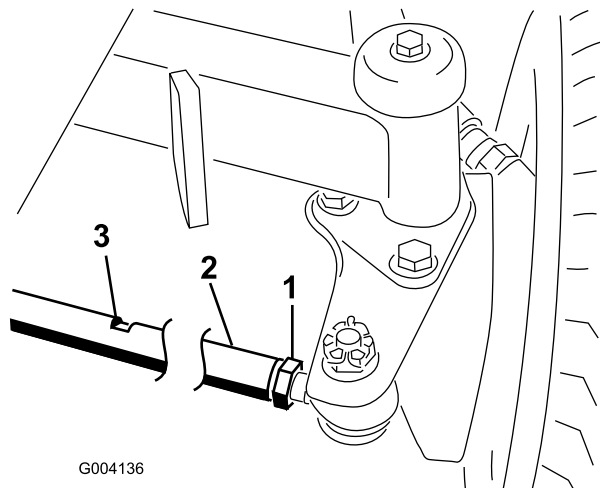

図 68
2. 各タイロッド（図 68）の端についているジャムナットをゆるめる。